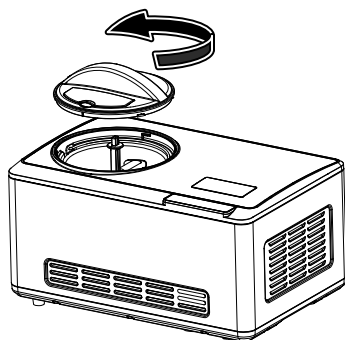

Abb. 2
- ▶ Setzen Sie den Deckel auf das Gehäuse (4) und drehen ihn gegen den Uhrzeigersinn, bis er einrastet (siehe **Abb. 2**).